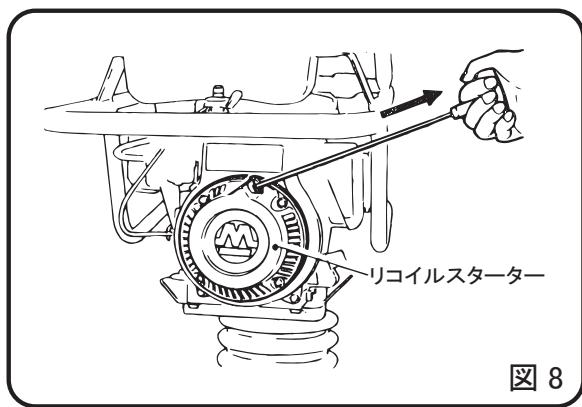

図 8
- 4 リコイルスターの把手を握り、少し引くと軽く手ごたえがあります。そこから勢い良く引張って下さい。把手を放す時は引張った位置で放さずに、必ずスターターケースの口元までゆっくり戻してから放して下さい。（図 8）